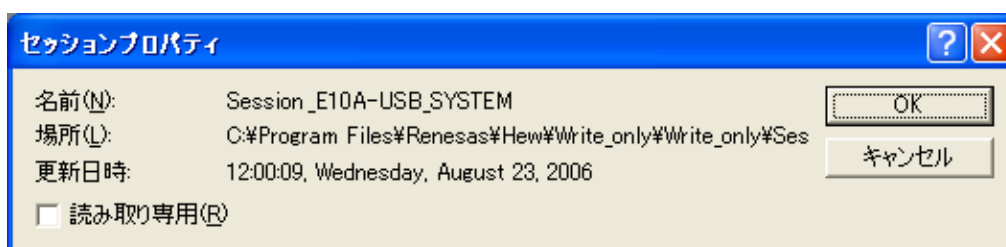

図 4.30 [セッションプロパティ]ダイアログボックス
3. [プロパティ]ボタンをクリックしてください。[セッションプロパティ]ダイアログボックスを表示します(図4.30)。